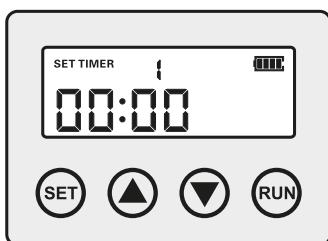

ABBILDUNG 2
2. Wenn Sie die Taste "SET" erneut kurz drücken, blinkt der Buchstabe "L" auf dem Display (siehe Abb. 2) und das System wechselt zur Einstellungen der Einzugsentfernung. Mit den Tasten "up" und "down" können Sie zwischen den 3 verschiedenen Verteilungseinstellungen wechseln. Weitere Einzelheiten finden Sie in den Informationen auf dem Bedienfeld (siehe oben).